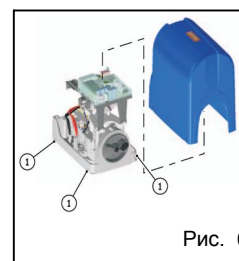

Рис. 6
- 1) В верхней крышке корпуса ослабить четыре крепёжных винта (рис. 6, поз. 1), повернув их примерно на пол-оборота. Снять крышку. Установить привод в режим ручного управления (см. раздел 7).